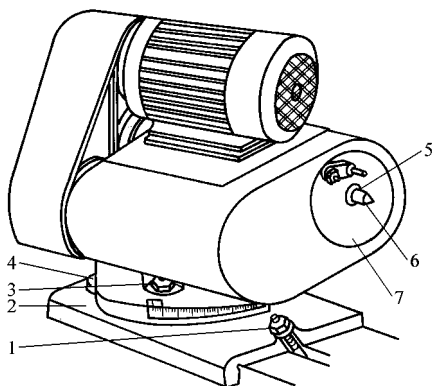

图 2-2 头架的调整
(1) 调整零位和纵向位置 如图 2-2 所示, 一般情况下头架